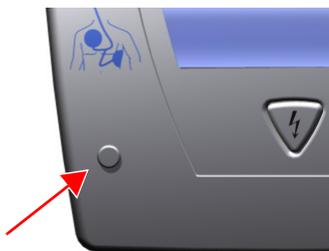

Abb. 3.3 Der grüne Indikator ist aus
- Wenn ein niedriger Batterieladestand während einem Selbsttest oder dem Einlegen der Batterie festgestellt wird, gibt das Gerät eine Signalton aus und der grüne Indikator ist aus, bis die Batterie ausgetauscht wurde (siehe Abb. 3.3 Der grüne Indikator ist aus).